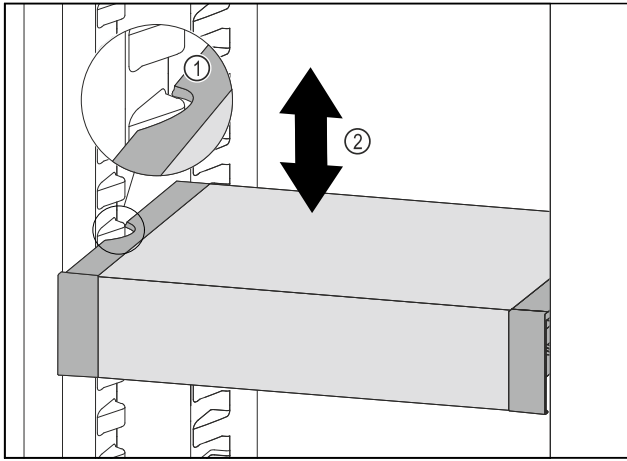

Fig. 114
- ▶ Tirer le VarioSafe vers l'avant jusqu'à ce que les encoches latérales du VarioSafe soient à la hauteur de la nervure du bac dans la partie réfrigérateur. Fig. 114 (1)
- ▶ Déplacer le VarioSafe vers le haut ou vers le bas dans la partie réfrigérateur jusqu'à ce que la hauteur souhaitée soit atteinte. Fig. 114 (2)